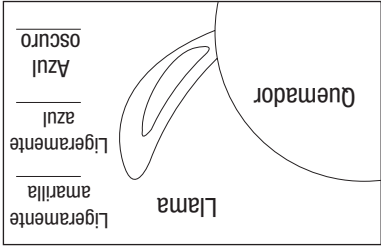

Figura 6
8. Después de encender el quemador observe su llama y asegúrese de que todos los orificios estén encendidos y que la altura de la llama corresponda a la del diagrama (vea Figura 6).